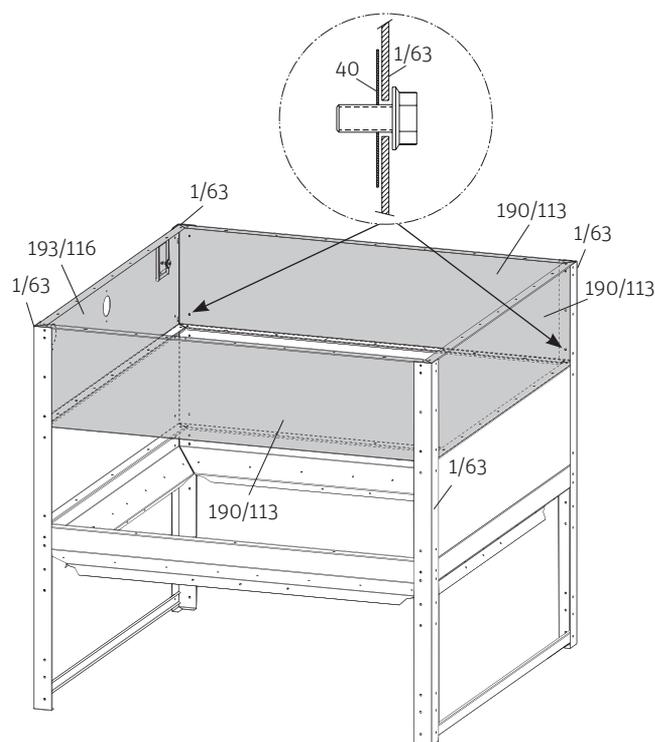

Fig. 9 Montaggio 2a fila di pareti laterali
Se il serbatoio si trova a ca. 100 mm dalla parete, non è più possibile inserire le viti inferiori posteriori (distanza insufficiente), per cui, prima del montaggio di queste pareti laterali, fissare le viti al profilo angolare di supporto (1/63) con fermo per viti (40) – Fig. 9.
2. Montare tutt'intorno la 2a riga di pareti laterali. Avvitare 3 pareti laterali (190/113) e 1 parete laterale per bocchettone di caricamento (193/116) solo ai profili angolari di supporto (1/63) verticali, non ancora orizzontalmente – Fig. 9.